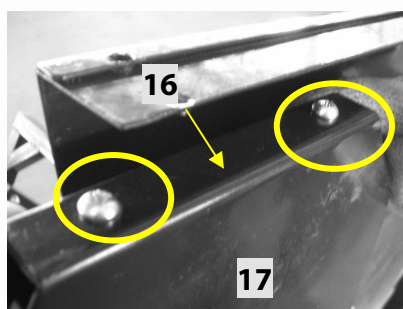

Fig 32
- Dévissez les 2 vis cruciformes M6x12 et désolidarisez la partie supérieure des 2 plaques de protection (16) et (17) (Voir Fig 32).